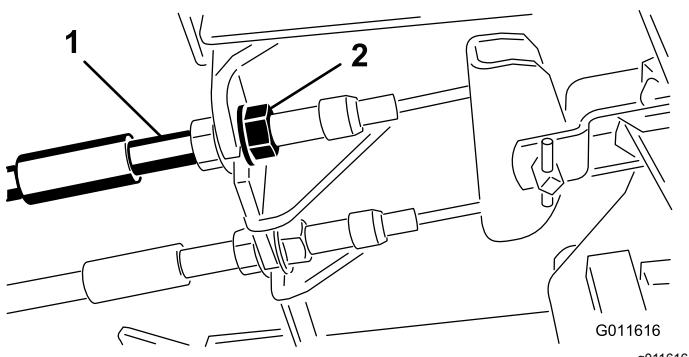

Рисунок 83
- Чтобы уменьшить свободный ход тормозных педалей, затяните тормоза, ослабив переднюю гайку на резьбовом конце троса тормоза (Рисунок 83).